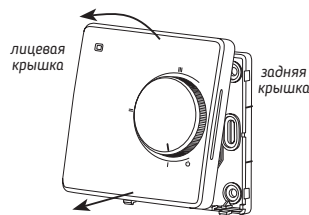

Рис. 5-2
- 2) Снимите крышку (рис. 5-2).